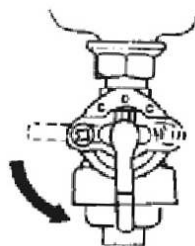

Рис. 6
2. Поверните рычаг топливного крана в положение «ON» (Рис. 6).